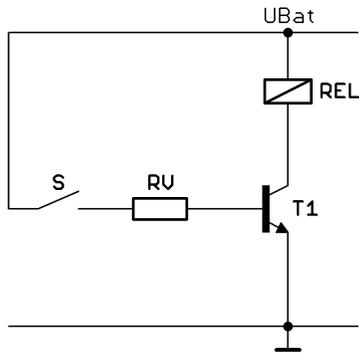

Abb. 3.1: Schaltung
- a) Abb. 3.1: Modifizieren Sie die Schaltung so, dass T1 sicher sperrt. / 2
- c) Abb. 3.1: Bei welchem Schaltvorgang ist T1 bei der gegebenen Last gefährdet? / 2
- Abb. 3.1: Zeichnen Sie FD ein;